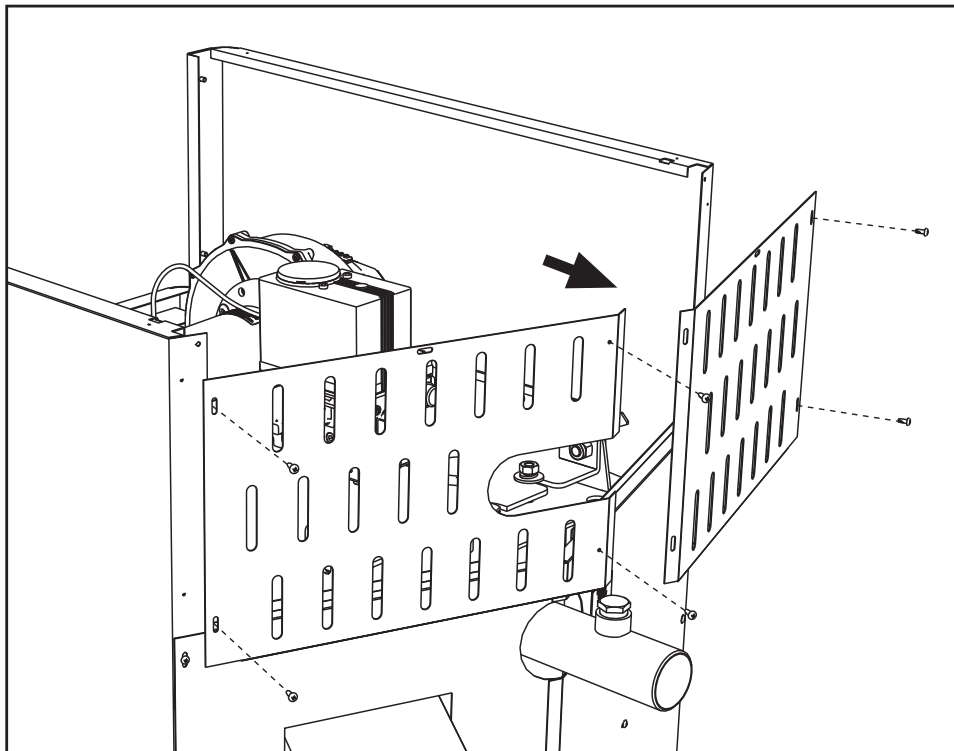

fig. 65
- Togliere i pannelli posteriori (fig. 65).